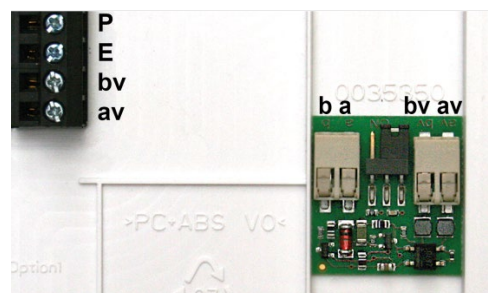

Abb. 2: Montage der V2D-Innenstation
- ▶ Kleben Sie die Filter-Platine in die Unterschale der V2D-Innenstation ein, siehe Abb. 2.